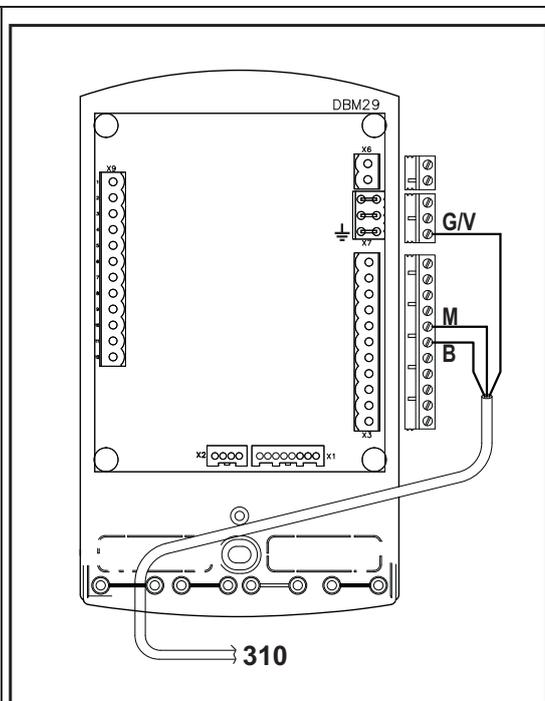

fig. 42
- Collegare e bloccare il cavo come descritto nella (fig. 42).